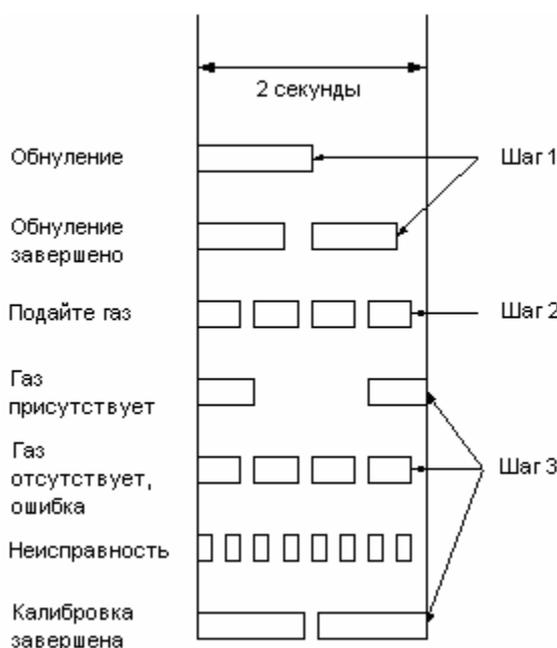

Рисунок 8. Режимы свечения СИД нуль-переключателя при обнулении и калибровке.
Ниже приводятся указания по использованию нуль-переключателя для обнуления и калибровки газоанализатора модели IR400. При запуске обнуления/калибровки реле предупреждения и тревоги отключаются, аналоговый сигнал находится на уровне 1,5мА. На рис. 8 приводятся режимы свечения СИД нуль-переключателя при обнулении/калибровке.
- Уберите магнит и в течение одной секунды СИД будет гореть, затем погаснет на одну секунду, указывая на то, что прибор устанавливается на нулевое значение (режим «Обнуление» на рис.8).
- По окончании установки прибора на нулевое значение СИД будет загораться и гаснуть с частотой один раз в секунду в течение 30 секунд (режим «Обнуление завершено» на рис. 8).
ПРИМЕЧАНИЕ: При возникновении ошибки/сбоя во время обнуления или калибровки СИД нуль-переключателя будет мигать (вспыхивать и гаснуть) очень быстро (режим «Неисправность» на рис.8).
- Уберите магнит и в течение одной секунды СИД будет высвечиваться, затем погаснет на одну секунду, указывая на то, что прибор устанавливается на нулевое значение (режим «Обнуление» на рис.8).
- По окончании установки прибора на нулевое значение СИД будет загораться и гаснуть один раз в секунду в течение 30 секунд (режим «Обнуление завершено» на рис. 8).
ПРИМЕЧАНИЕ: При возникновении ошибки/сбоя во время обнуления или калибровки, СИД нуль-переключателя будет быстро вспыхивать и гаснуть (режим «Неисправность» на рис.8).
СИД нуль-переключателя будет гаснуть каждые полсекунды, до тех пор пока на прибор не будет подан газ (режим «подайте газ» на рис.8).
- Когда прибор почувствует газ, СИД нуль-переключателя будет высвечиваться на полсекунды каждые полторы секунды (режим «Газ присутствует» на рис.8).
- Если прибор не почувствует газ, СИД нуль-переключателя будет быстро гаснуть каждые полсекунды, при этом прибор все еще будет ожидать подачи газа (режим «Газ отсутствует, ошибка» на рис.8).
- По окончании проверки газом СИД нуль-переключателя будет высвечиваться и гаснуть один раз в секунду (режим «Калибровка завершена» на рис.8).